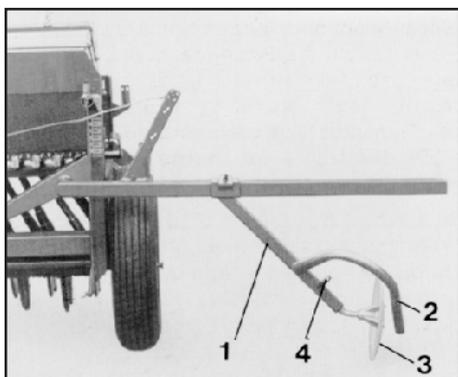
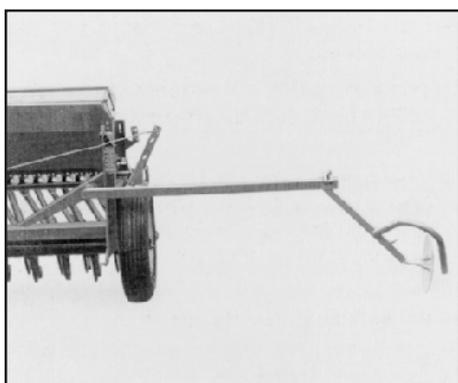
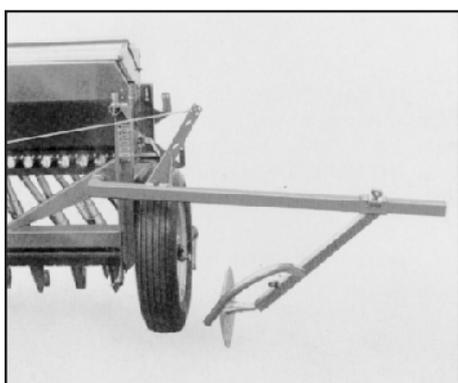
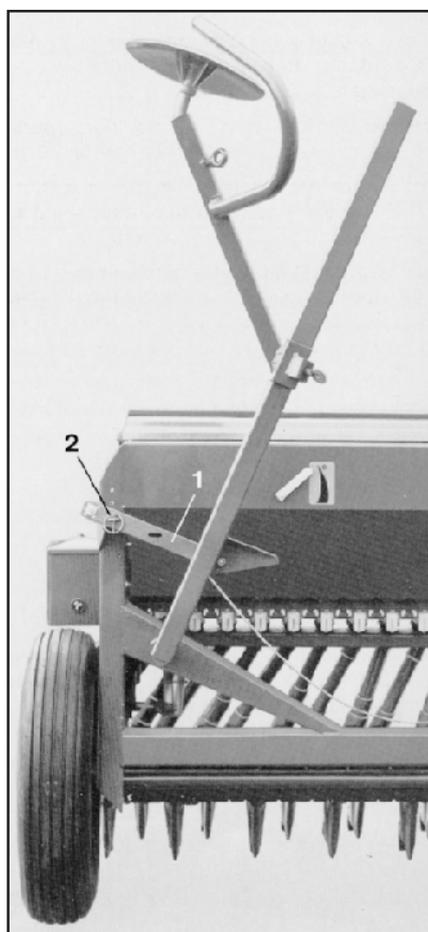

Рис. 3.8
Рис. 3.9
Рис. 3.10
Рис. 3.11
Сеялка AMAZONE D8 SUPER оснащена особенно длинным маркером (рис. 3.8/1). Маркер настолько длинный, что он может маркировать как колею трактора (рис. 3.8 и рис. 3.10), так и середину трактора (рис. 3.9). Если необходимо маркировать колею трактора рядом с краем сеялки, то нужно поменять левый и правый маркеры (рис. 3.10). Для транспортировки, как показано на рис. 3.11, маркер необходимо установить при помощи предохранительной рейки (рис. 3.11/1) к крепежной серьге и зафиксировать откидным шплинтом.
**Положение маркеров с наклоном наружу разрешается только при передвижении по полю. При передвижении по общественным дорогам маркеры необходимо крепить так, как показано на рис. 3.11.**
Защитная скоба (рис. 3.8/2), находящаяся перед диском маркера, защищает маркер от изгиба на поперечно-склоновой борозде, грубых пластах, комьях или камнях.
Перед началом работ маркер необходимо откинуть в рабочее положение. Для этого предохранительную рейку (рис. 3.11/1) после удаления откидного шплинта (рис. 3.11/2) нужно выдвинуть наружу и опустить маркер.
На легких почвах маркер (рис. 3.8/3) после ослабления рым-болта (рис. 3.8/4) необходимо установить таким образом, чтобы диск маркера шел параллельно направлению движения. На тяжелых почвах маркер устанавливается так, чтобы он работал более агрессивно и оставлял четкий след.